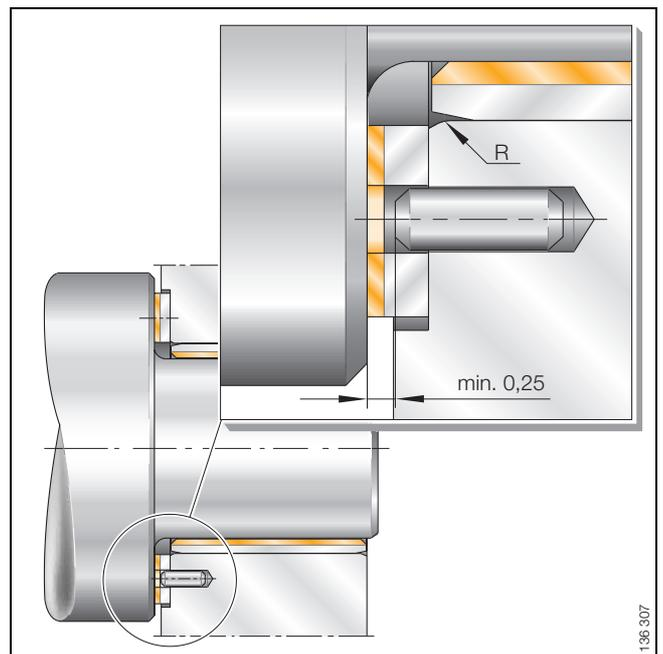

Bild 11 · Befestigen einer Anlaufscheibe PAW in einer Ausnehmung des Gehäuses
- konzentrischen Sitz durch Ausnehmungen im Gehäuse sichern (Bild 11)